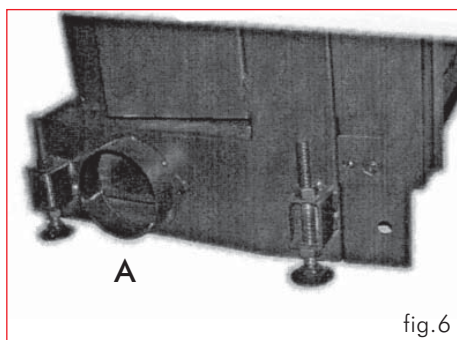

fig.6
I FLAT possono essere montati solo in luoghi dove c'è sufficiente alimentazione di aria per la combustione. Per poter far funzionare il caminetto in modo corretto è essenziale far pervenire l'aria di combustione al focolare tramite un tubo fino alle apposite prese previste sui fianchi e dietro il caminetto. E' fornito un raccordo (A) di diametro 12,5 cm da applicare alla presa che si intende utilizzare (fig. 6).